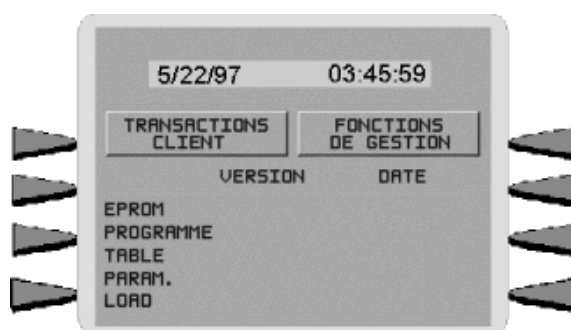

Figure 3-1. Affichage du MENU PRINCIPAL.
Lorsque l'appareil est mis en marche, il émet un beep et le menu principal, illustré à la figure 3.1, s'affiche à l'écran après quelques secondes. Depuis le menu principal, vous pouvez soit :
1. L'écran de bienvenue affiche l'animation d'une main insérant et enlevant une carte, un message indiquant comment commencer une transaction. Si cet écran est affiché, enfoncez et gardez enfoncée la touche <BLEUE> et, en même temps, appuyez sur la touche <1>. Relâchez les deux touches. Après un certain moment, l'écran de menu principal (illustré à la figure 3-1) s'affiche. Sélectionnez l'option FONCTIONS DE GESTION.